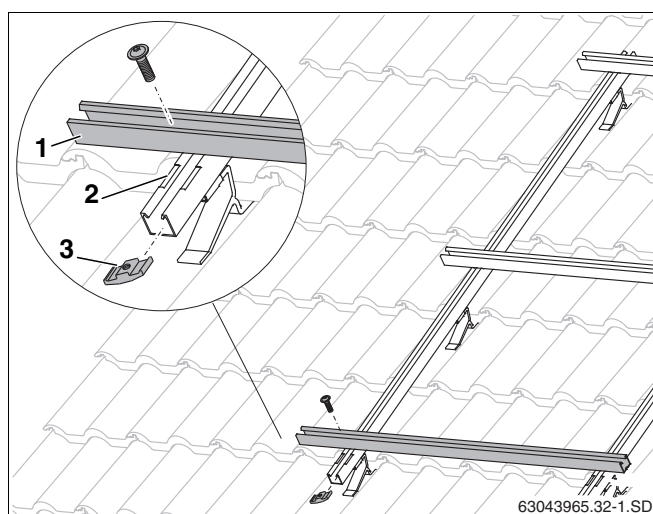

Рис. 30 Монтаж горизонтальных профильных реек
- ▶ Уложите профильные рейки (рис. 30, поз. 1) в углубления (рис. 30, поз. 2) на профиле с повышенной снеговой нагрузкой и для дальнейшего их выравнивания только слегка закрепить винтами и алюминиевыми гайками (рис. 30, поз. 3).